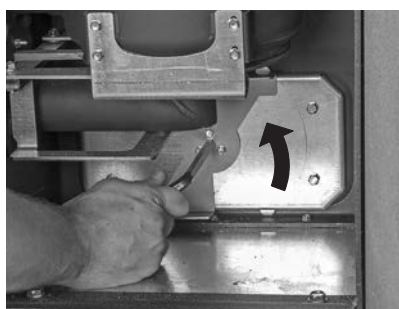

Fig. 96 Tourner la poignée dans le sens contraire aux aiguilles d'une montre
- Remettre le couvercle des surfaces d'échange en place et tourner à nouveau la poignée à fond dans le sens contraire aux aiguilles d'une montre Fig. 96.